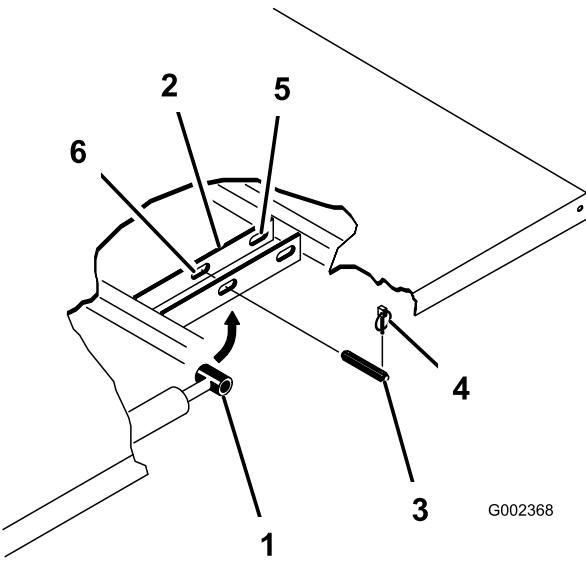

Figure 3
4. Retirez les goupilles à anneau aux extrémités extérieures des axes des tiges de vérins (Figure 3).
montage du plateau en les poussant vers l'axe de la machine (Figure 3).